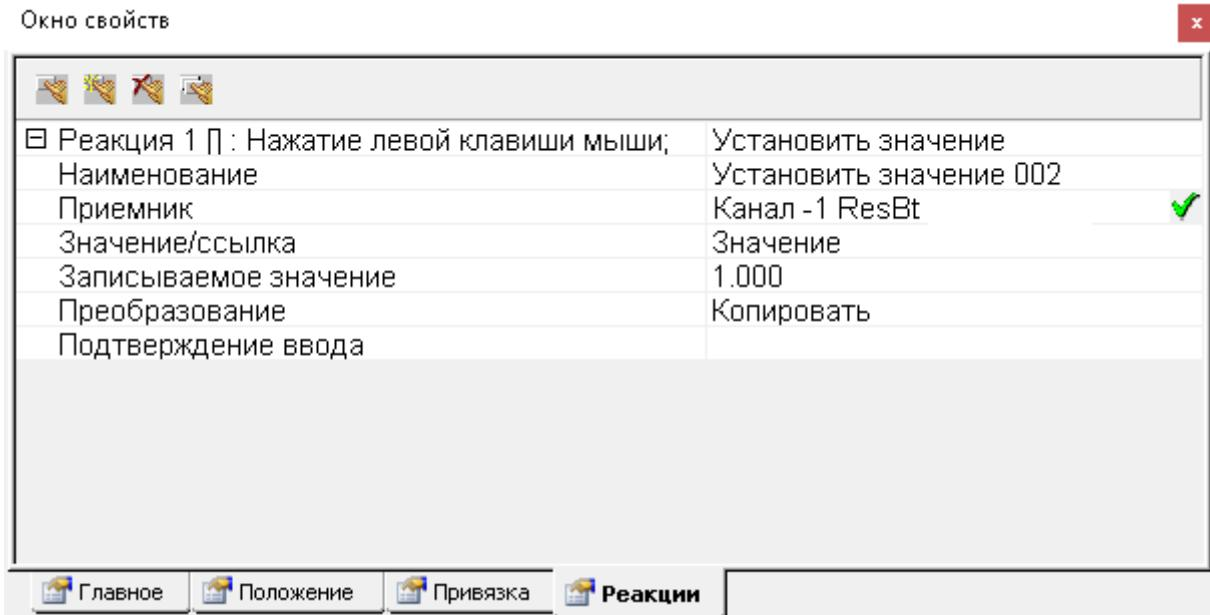

Рисунок 4.4.1 – Окно свойств Генератора динамики. Назначение функции реакции
- В поле «Записываемое значение» задать **1** (рисунок 4.4.1).